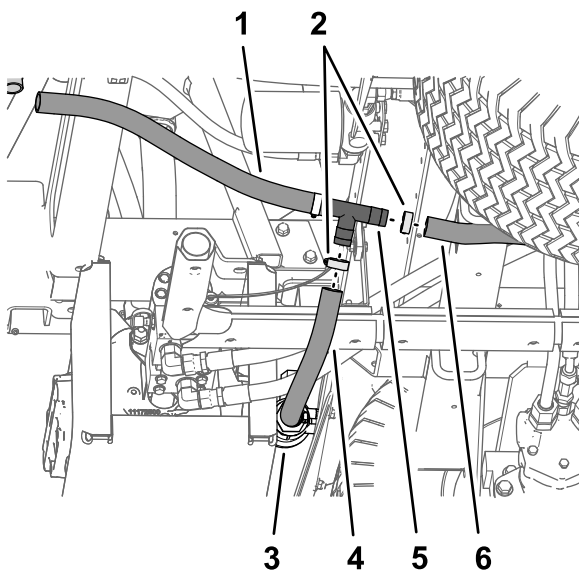

Figura 43
4. Retire las abrazaderas que sujetan la manguera de la válvula de vaciado y la manguera de vaciado del depósito trasero al conector en T dentado (Figura 42 y Figura 43).
- Desconecte el conector en T de la manguera de la válvula de vaciado y de la manguera de vaciado del depósito trasero (Figura 42 y Figura 43).